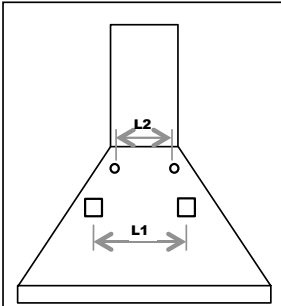

Fig. 5
N.B.: De bevestigingssystemen a) en b) worden aan de achterkant van de kap ingebracht in de gaten L1 (Fig. 5).